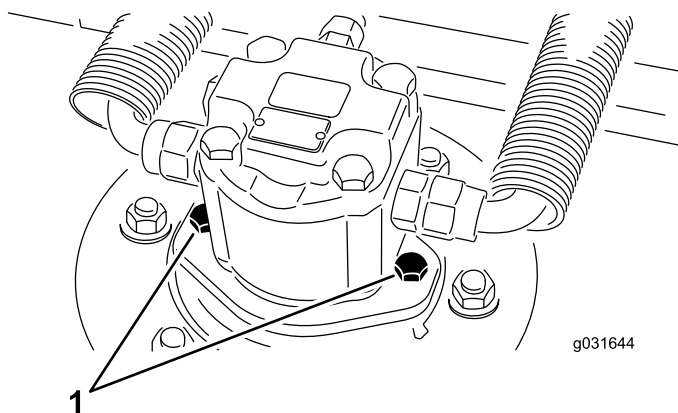

図 68
2. 油圧モータ取り付けねじを外して、デッキから油圧モータを外す 図 68。
4. 油圧モータ取り付けねじで、デッキに油圧モータを取り付ける 図 68。